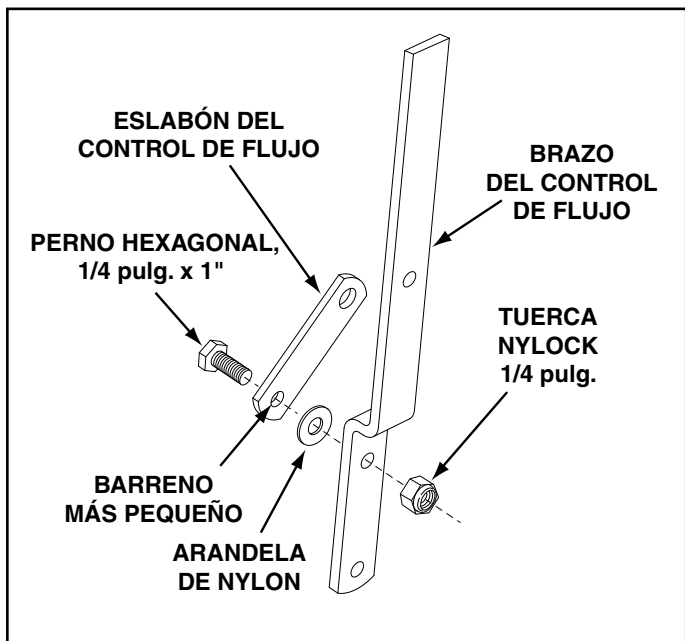

FIGURA 6
14. Monte el eslabón del control de flujo (extremo con el orificio pequeño) en el brazo del control de flujo usando un perno hexagonal de 1/4 pulg. x 1 pulg., una arandela de nylon y una tuerca Nylock de 1/4 pulg., como se muestra en la Figura 6. **Apriete con cuidado.** El eslabón de control de flujo no debe quedar suelto, pero debe girar con muy poca resistencia.